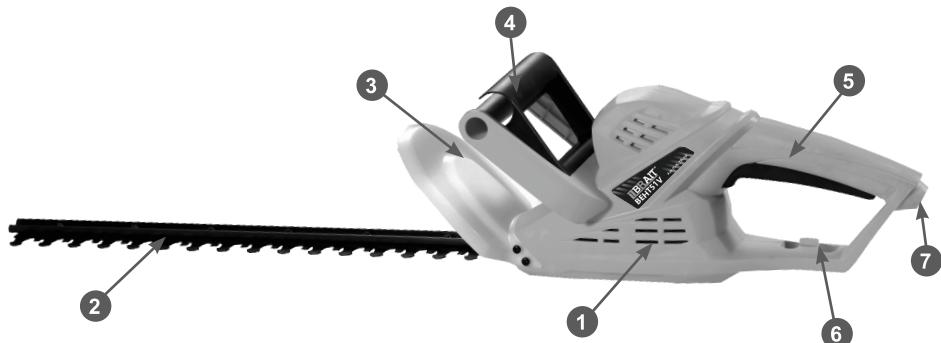

Рис. 1 Основные узлы и органы управления
Основные узлы и органы управления приведены на Рис. 1.
4. Сделайте петлю на конце удлинителя и просуньте ее в месте сгиба кабеля в отверстие на задней рукоятке и оденьте на крючок 6 Рис. 1.
8. Возьмите в руки кусторез и нажмите на выключатели 4,5 Рис. 1. Ножи начнут двигаться.